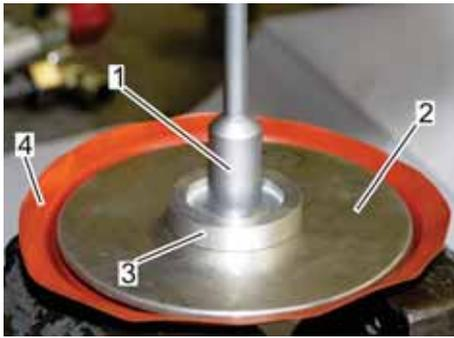

Abb. 43: Sechskantmutter von Membranhalterung lösen
- 2. ➔ Die Sechskantmutter der Membranhalterung mit einem Steckschlüssel SW 13 (Abb. 43/1) abdrehen.
- 3. ➔ Federteller (Abb. 43/3) von der Membranhalterung abheben und beiseitelegen.
- 4. ➔ Membranteller (Abb. 43/2) von der Membranhalterung abheben und beiseitelegen.
- 5. ➔ Membran (Abb. 43/4) von der Membranhalterung abheben und beiseitelegen.